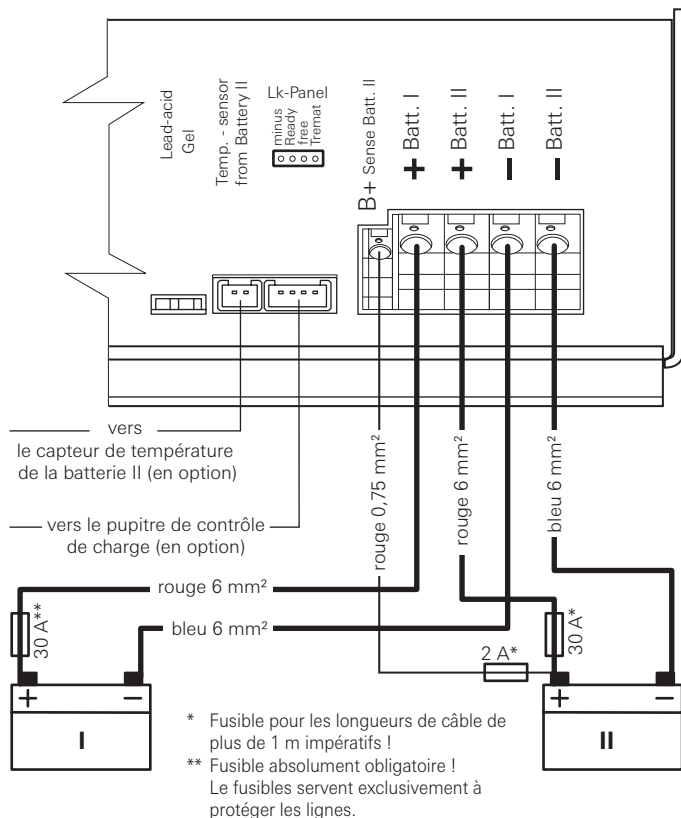

Figure 3: Schéma de raccordement
- Procéder au raccordement du chargeur avec la batterie d'alimentation (batterie II) selon le schéma de raccordement (fig. 3). Respecter les sections de câbles et s'assurer du raccordement correct des pôles.
- Procéder au raccordement du chargeur avec la batterie de démarrage (batterie I) selon le schéma de raccordement (fig. 3).